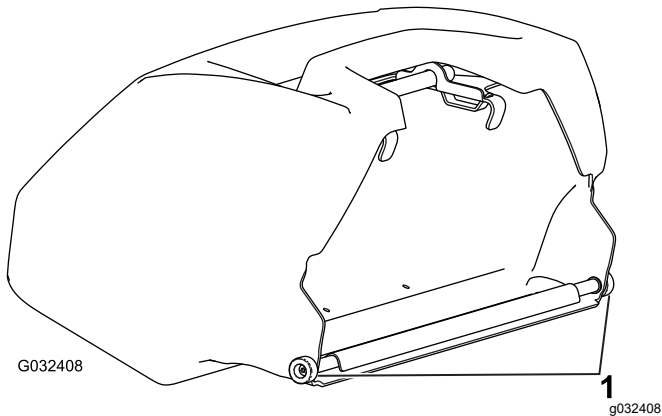

Figura 5
**Importante:** Si se le cae el recogedor, examine los puntos de contacto con el brazo de inclinación, cerca del borde inferior del recogedor, en busca de daños (Figura 5). Enderécelos antes de usar el recogedor.